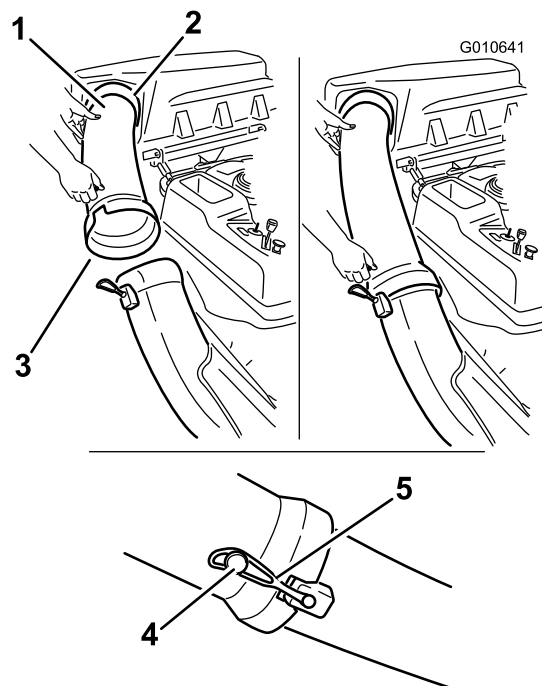

Figura 23
- Fate passare l'estremità svasata del tubo di scarico sopra l'estremità del condotto di scarico. Portate il cinghiolo di gomma del condotto sopra il grano del tubo di scarico per ancorarlo con sicurezza (Figura 23).
- Inserite l'estremità curva del tubo di scarico nell'apertura prevista nel coperchio del sistema di raccolta (Figura 23).